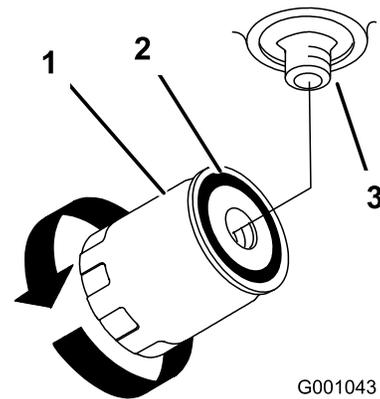

Figura 76
3. Spalmate un velo di fluido idraulico sulla guarnizione di gomma del filtro di ricambio (Figura 76).
in senso orario fin quando la guarnizione di gomma non tocca l'adattatore del filtro; a questo punto serrate il filtro girandolo di un altro mezzo giro (Figura 76).